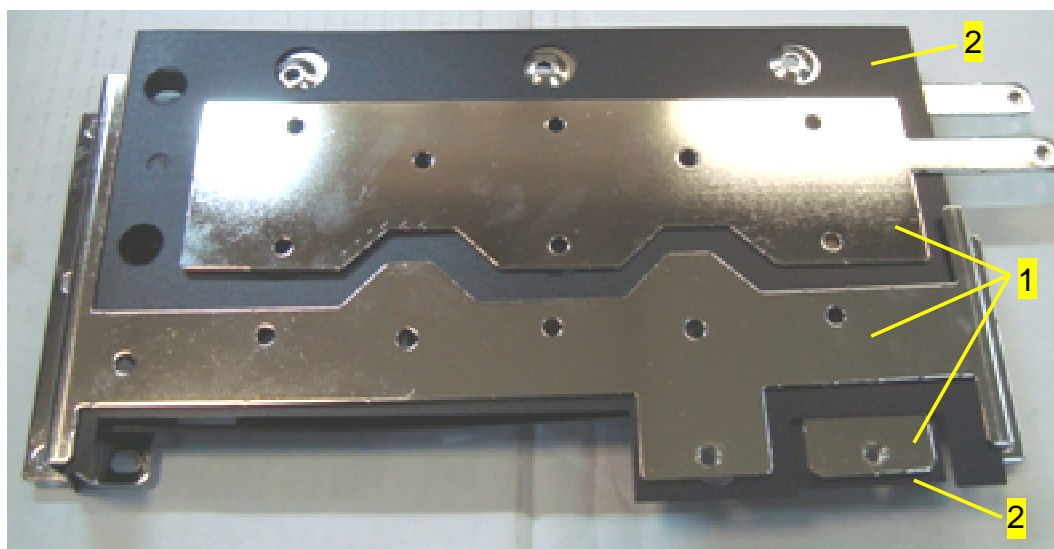

Рис. 7.8
1. собрать на рабочем столе пакет изолирующих прокладок и шин блока конденсаторов (рис. 7.8);